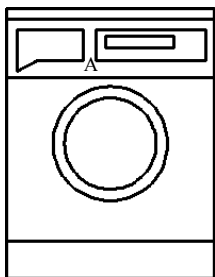
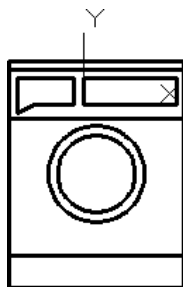

图 17.6.14 绘制矩形（二）
图 17.6.15 定义用户坐标系
(1) 定义用户坐标系 (UCS)。在命令行中输入命令 UCS 后按 Enter 键，输入字母 N 后按 Enter 键，捕捉图 17.6.14 所示的交点 A 并单击，此时用户坐标系便移至指定位置，如图 17.6.15 所示。
(2) 选择下拉菜单 **绘图(D)** → **矩形(R)** 命令，在命令行的提示下输入“45、60”后按 Enter 键，在命令行中输入 D 后按 Enter 键，输入矩形的长度值为 330，宽度值为 60，在屏幕上相应的位置单击以确定矩形的另一个角点，完成矩形的绘制。